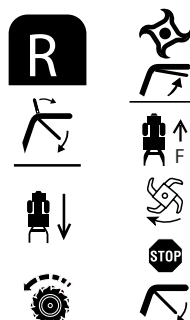
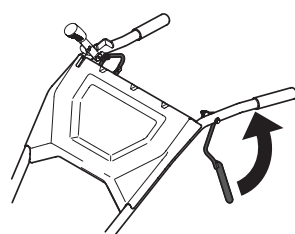
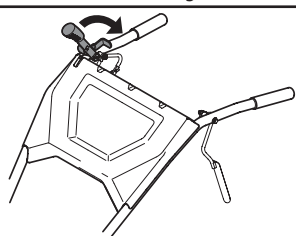

Figure 16
Figure 17
Figure 19
- a. Pressez le levier de contrôle contre les poignées du guidon. Voir Figure 16 and Figure 17.
- b. Soulevez le guidon jusqu'à ce que les dents ne touchent plus le sol. Puis, tirez le levier de marche arrière pour passer en marche arrière. Voir Figure 16 et Figure 19.